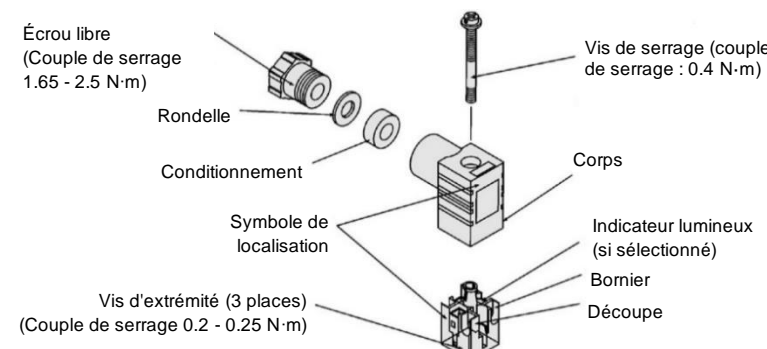

Figure 7. Construction du connecteur DIN de JSX10
- Serrez les vis et les raccords conformément à la figure 7 ou 8.